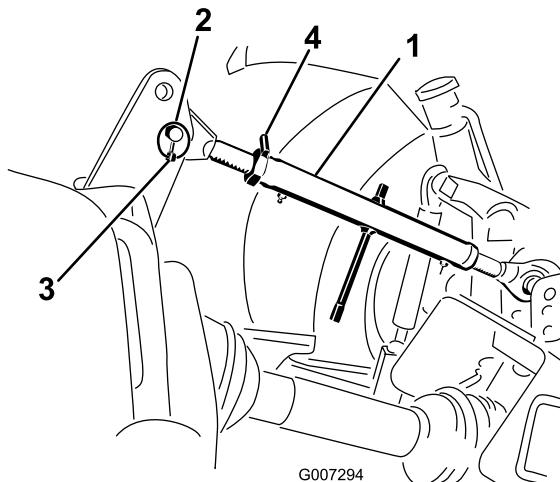

图8
- 将上连杆连接到支架中的下孔并用连杆销和保险销将其固定图8。
- 旋转上连杆将其紧固。对其进行调节直至打孔机机架前端与水平变成 90° 图8。